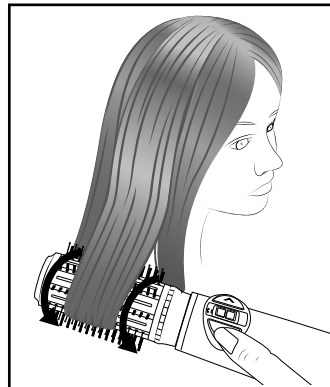

Fig. 1
- 1) Tør håret med et håndklæde, og børst det igennem. Brug stylingdysen ⑩ eller paddlebørsten ⑪, indtil håret er næsten tørt. Del eventuelt håret op i flere partier, og hold en enkelt hårtot væk fra de andre.
① Bemærk
- Håret må først styles med rundbørsten ⑧/⑨, når det er næsten tørt. Sørg for, at det ikke filtrer. Det kan især ved længere hår føre til, at hårene sætter sig fast i børsterne.
- 2) Vælg den ønskede rundbørste ⑧/⑨, og sæt den på produktet.
- 5) Tryk på rotationsknappen ② >/⑦ <, og hold den inde, så rundbørsten ⑧/⑨ begynder at dreje. Begynd ved hårspidserne med rundbørsten ⑧/⑨, og fordel hårtotterne over hele rundbørstens ⑧/⑨ længde (se fig. 1). Hårtotterne vikles op på grund af drejebevægelsen. Slip rotationsknappen ② >/⑦ <, før du når hårgrænsen. Børsten holder op med at dreje.